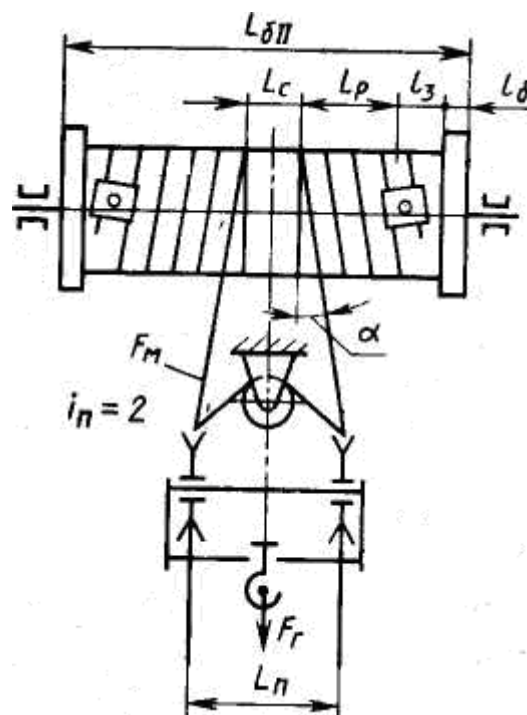

Рис.1. Полиспаст сдвоенного барабана механизма подъема.
**Задание:** рассчитать механизм подъема тележки электрического мостового крана для подъема груза весом  $F_r$ , высота подъема  $H$ , скорость подъема  $v_r$ , если применяют сдвоенный полиспаст с двумя подвижными блоками в подвеске и четырьмя ветвями каната (рис.1).
Длина рабочего участка нарезной части барабана (рис.1- одной половины):
Полная длина барабана с учетом  $L_c$ ,  $L_3$  и  $L_6$  (рис.1) определяется по приближительной формуле: